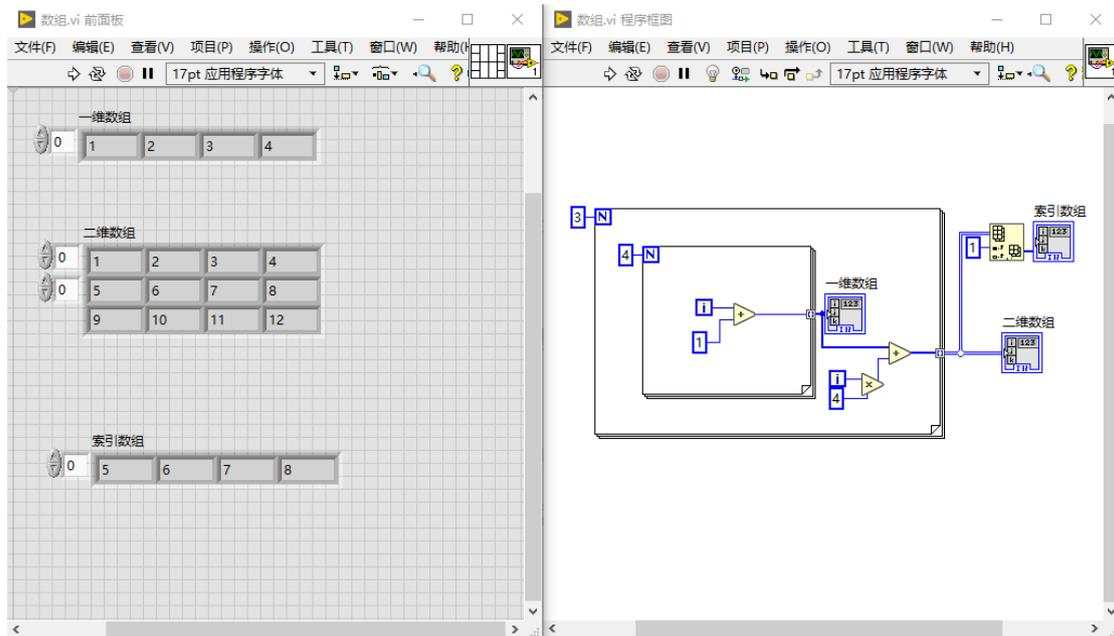

图 2-19 实例二程序框图及运行结果
3、重复上一步，使添加的第 2 个 For 循环包围第 1 个，并按图 2-19 依次找到“数值”子选板下的加法器、乘法器，和“数值”子选板下的“索引数组”，鼠标移到 N 的附近，在接线端处单击右键，选择创建常量，使内外层的循环次数分别为 4 和 3。完成所有连线后，利用 For 循环的自动索引隧道产生数组，鼠标移到自动索引隧道处，单击右键，创建显示控件，前面板上即能自动生成相应的三个数组，可以重命名为合适的名字，并将之拉到合适大小。